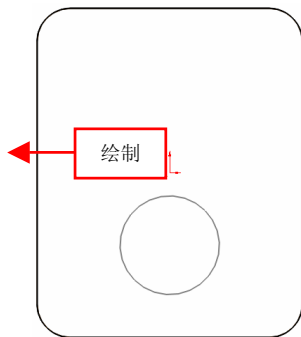

图 16-22 绘制草图对象
(7) 单击【草图绘制】按钮，选取模型的上表面，进入草图绘制，绘制草图对象，使草图对象与模型左侧表面轮廓线重合，如图 16-22 所示。